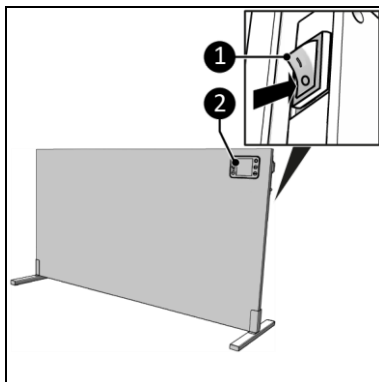

Figura 17
1. Poziționați comutatorul principal în poziția ON (PORNIT) a dispozitivului (Figura 17, poz. 1).
2. Afișajul (Figura 17, poz. 2) va afișa OFF (OPRIT).
- panoul de comandă (Figura 17, poz. 2) sau;
5. Afișajul (Figura 17, poz. 2) va indica temperatura ambiantă.